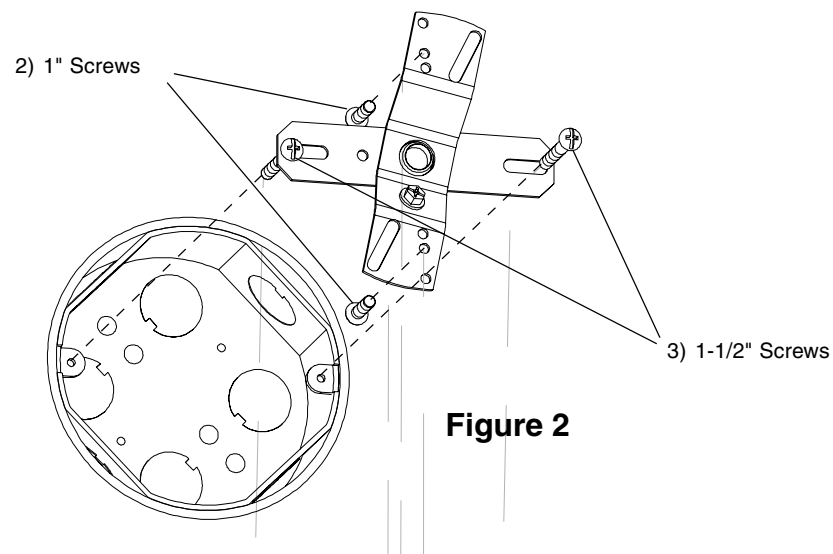

Figure 2
2. Fully thread two 1" Screws (2) into the center hole of the three holes on either side of bent section of the Double Crossbar (1). Note: *Insert Screws from opposite side of green ground screw head.* **See Fig. 2**
3. Insert two 1-1/2" Screws (3) through slots of flat section of Crossbar and attach flat Crossbar to the junction box. See Fig. 2.
2. Enrosque totalmente los dos Tornillos de 1" (2) en el agujero de centro de los tres agujeros a ambos lados de la sección de la Barra Transversal Doble (1). Nota: *Inserte los Tornillos del lado opuesto de la cabeza del tornillo verde de hacer tierra.* **Vea Fig. 2.**
3. Inserte dos Tornillos de 1-1/2" (3) por las ranuras de la sección plana de la Barra Transversal y sujete la Barra Transversal plana a la caja de ensambladura. **Vea Fig. 2.**